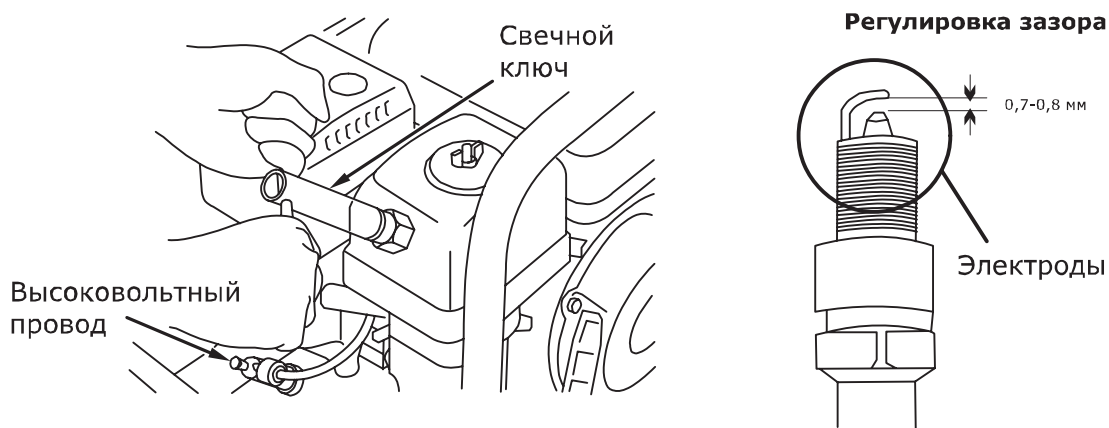

Рис.18
- Выверните свечным шестигранным ключом, входящим в комплект поставки, и осмотрите свечу (рис. 18). Электроды свечи должны иметь светло-коричневый цвет (рис. 18).
- Проверьте величину зазора между заземляющим и центральным электродами, используя специальный щуп. При необходимости установите зазор 0,76 мм (рис. 18).